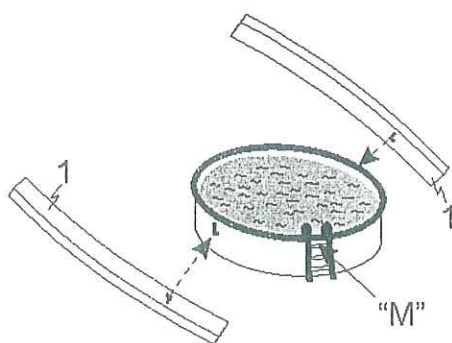

Abb.1.1
### Schritt 1: Markierungen am Schwimmbecken (Abb. 1.1 und 1.2)
Als nächstes werden laut Tabelle die Abstände „L“ für die beide „C“ Profile (1) in beiden Richtungen vom Ausgangspunkt >M< abgemessen (Abb. 1.1).
Das kürzere Ende gemessen vom „L“ liegt näher der Einstiegsleiter (Abb. 1.1).